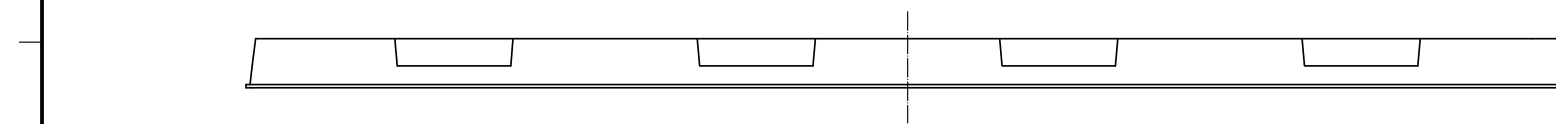

Fig.3 梱包状態図 (1:2) ▶6
- (5) ロットNo. は、図時の位置に示すものとなります。
- (6) 本製品は1ソフトトレイに50個入りとなります。詳細はFig.3を参照ください。